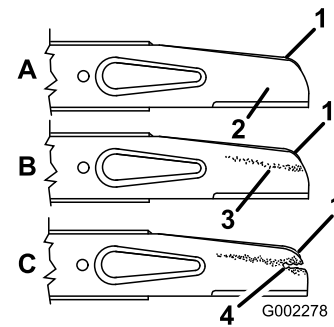

Figura 24
2. Retire o parafuso da lâmina, anilha, acelerador e lâmina (Figura 24).